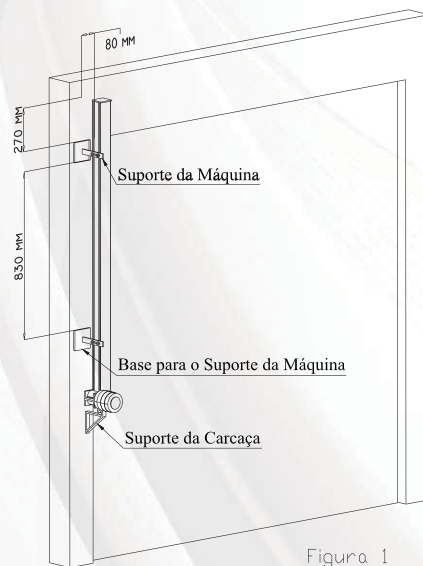
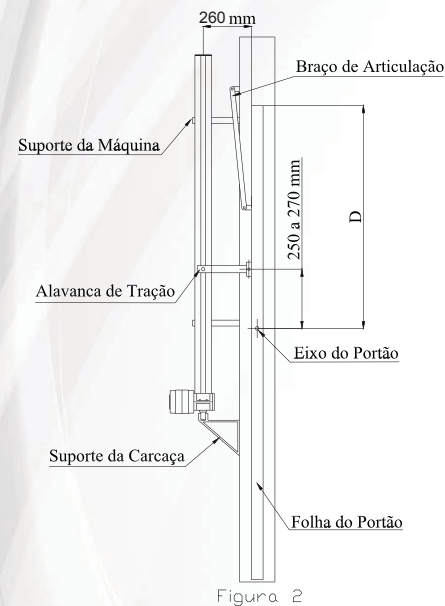

Figura 1
Figura 2
- A distância do eixo do portão até o topo da folha do portão (Distância D na figura 2) deve ser inferior ao comprimento da máquina.
Depois providencie algumas chapas que serão soldadas na coluna para servirem de base para o suporte. Soldar uma dessas chapas seguindo o alinhamento da folha do portão e solde outra a 830mm de distância da primeira (conforme figura 1).
Solde os suportes da máquina nas bases já soldadas na coluna a 80mm da folha do portão e faça também o suporte da carcaça para dar mais segurança. Coloque a máquina com o motor para baixo nos suportes respeitando a altura de 270mm da folha do portão, conforme figura 1 (Se a máquina for instalada com o motor para cima, ficará vulnerável à infiltrações, PERDENDO SUA GARANTIA). Para fixar a alavanca de tração, é preciso determinar a partir do eixo do portão a medida de 250 a 270mm como mostra a figura 2. É muito importante que a alavanca de tração fique a 90° da folha do portão quando o mesmo estiver fechado, isso tornará a abertura e fechamento mais suaves (conforme figura 2).